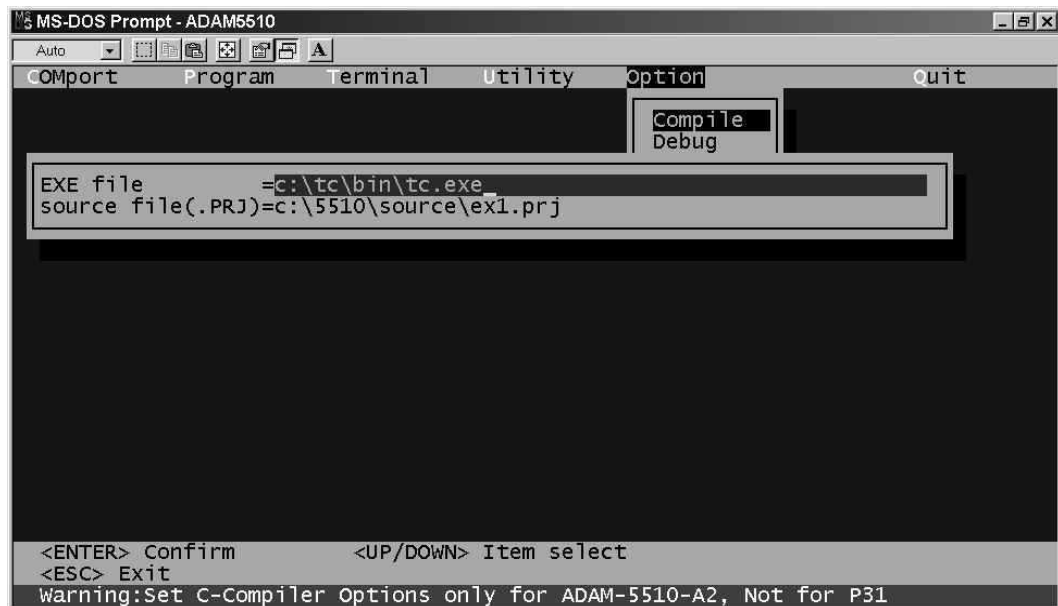

Рис. 1-2. Вид диалогового окна задания рабочего каталога компилятора
1. Выберите меню **Option** и нажмите клавишу **<Enter>**. В появившемся диалоговом окне выберите пункт **Compiler** и вновь нажмите клавишу **<Enter>**. Экран монитора примет вид, приведенный на рис. 1-2.